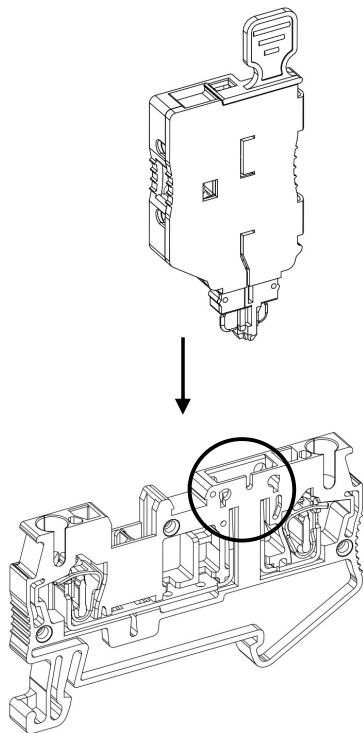
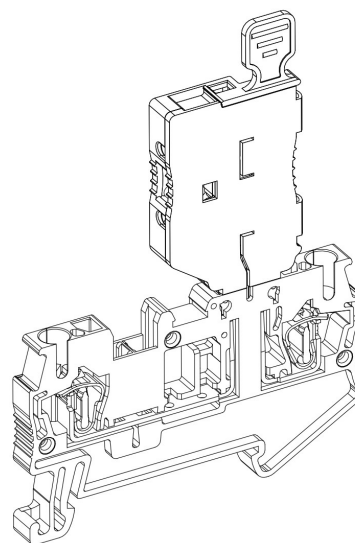

Рисунок 7 – установка штекера ПР-КН
Рисунок 8 – установленный штекер ПР-КН
- Для установки штекерного держателя предохранителя ПР-КН 2,5 вдавите его до упора в место разрыва цепи клеммы (рис. 7; рис. 8).